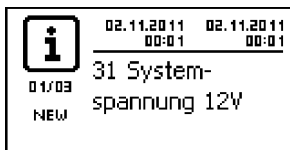
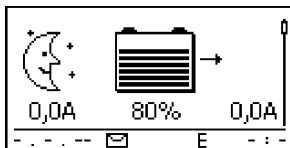

Abb. 5: Ereignismeldung mit der erkannten Systemspannung (im Bsp.: 12 V)
Abb. 6: Grundstellung der Statusanzeige
2. ➤ Externe Batteriesicherung einschalten: Sicherungseinsatz in den Sicherungshalter einsetzen (Schmelzsicherung) oder den DC-Leitungsschutzschalter einschalten. Der Regler geht automatisch in Betrieb und zeigt nach wenigen Sekunden die erkannte Systemspannung (= Batteriespannung) in einer Ereignismeldung an (Abb. 5).
3. ➤ Die in Abb. 5 angezeigte Systemspannung notieren.
4. ➤ Taste „ESC“ drücken, um die Ereignismeldung zu bestätigen. Die Grundstellung der Statusanzeige erscheint (Abb. 6).
6. ➤ Werden Abb. 5 und Abb. 6 nicht angezeigt, Installation prüfen und bei Bedarf den Fehler anhand § 15, S. 53ff beheben.